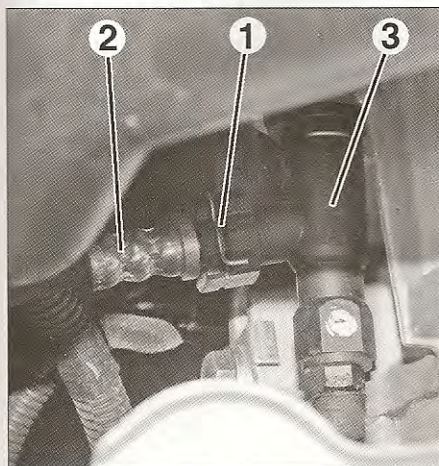

fig. 5
- Retirar la grapa de bloqueo (1) de la tubería hidráulica (2) sobre el racor (3) (fig. 5).